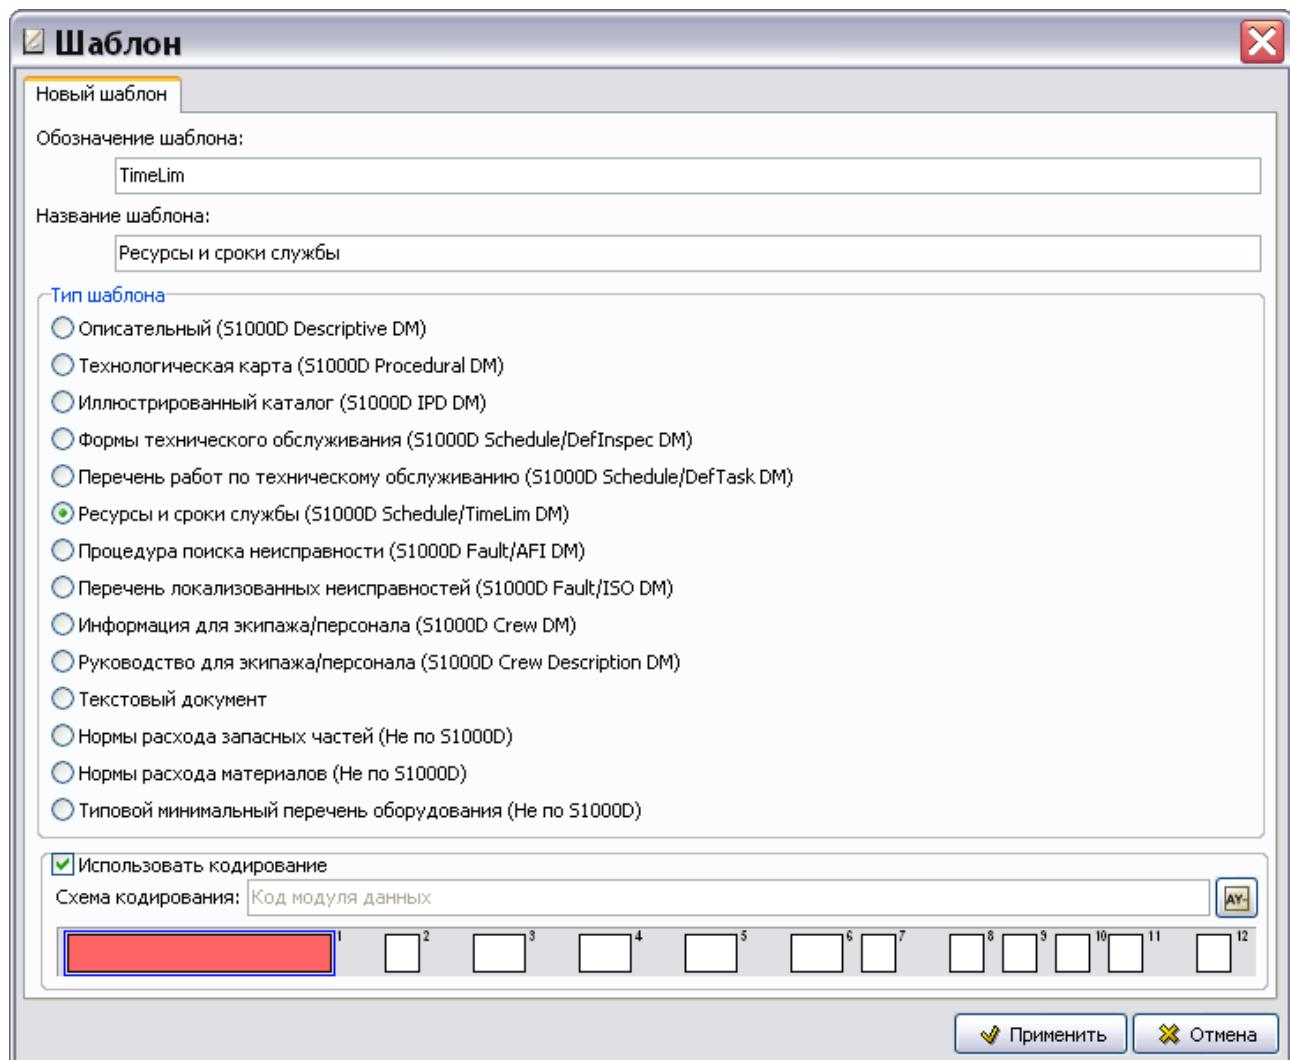

Рис. 3.45
2. В диалоговом окне **Шаблон** введите обозначение шаблона – «TimeLim» и название – «Ресурсы и сроки службы» (Рис. 3.45).
3. Укажите тип шаблона «Ресурсы и сроки службы (S1000D Schedule/TimeLim DM)» (Рис. 3.45).